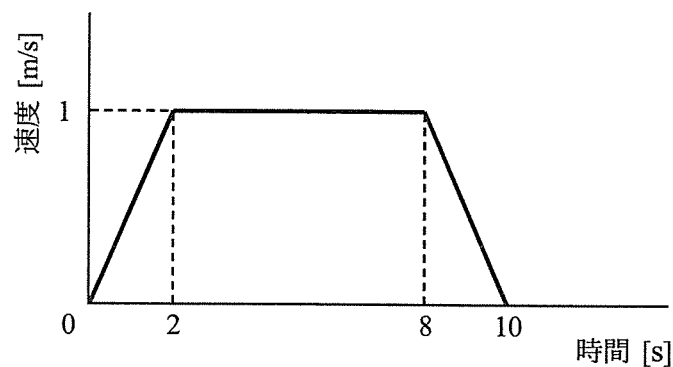

図3 ケーシングの速度パターン
この巻上機が、図3で示すケーシングの速度パターンで運転されているときについて考える。ただし、記載のない質量、慣性モーメント及び損失は無視するものとし、重力の加速度を  $9.8 \text{ m/s}^2$  とする。
2) 巻胴を回転させて、積荷を搭載したケージを図3の速度パターンで引き上げるとき、上昇開始から停止するまでの10秒間におけるケージの上昇距離は  [m] である。この10秒間で巻上機が為す仕事は、位置エネルギーの増加分と見合うので   [kJ] となる。
3) 図3の速度パターンにおいて、上昇開始から2秒間の加速時に必要な巻胴の所要トルクとしては、
4) 図3の速度パターンにおいて、ケージを定速で引き上げている区間では、巻胴の回転角速度は